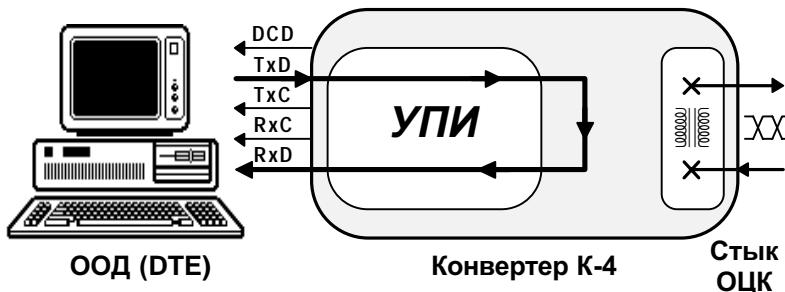

Рис.10. Проверка в режиме *Местный шлейф (LL)*
Суть проверки в режиме *Местный шлейф (LL)* показана ниже на Рис.10. Данные, поступающие в конвертер из ООД (DTE) через интерфейсный кабель и УПИ, проходят через основные узлы конвертера и возвращаются в ООД(DTE). На время проверки конвертер автоматически включает синхронизацию от встроенного генератора.